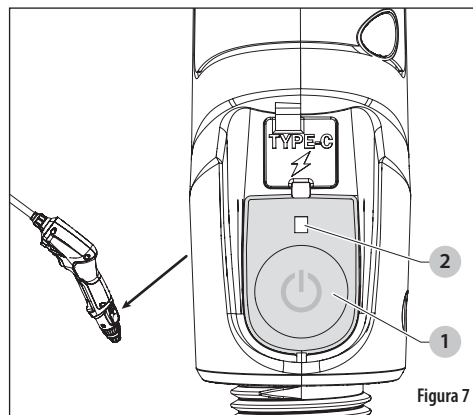

Figura 7
1. Presione el botón de encendido (1) para encender el atomizador. Se enciende una luz (2) sobre el botón de encendido para indicar el nivel de la batería. Vea la *Figura 7*
- 3. Presione el botón de encendido para apagar el atomizador eléctrico con varilla. Vea la Figura 7